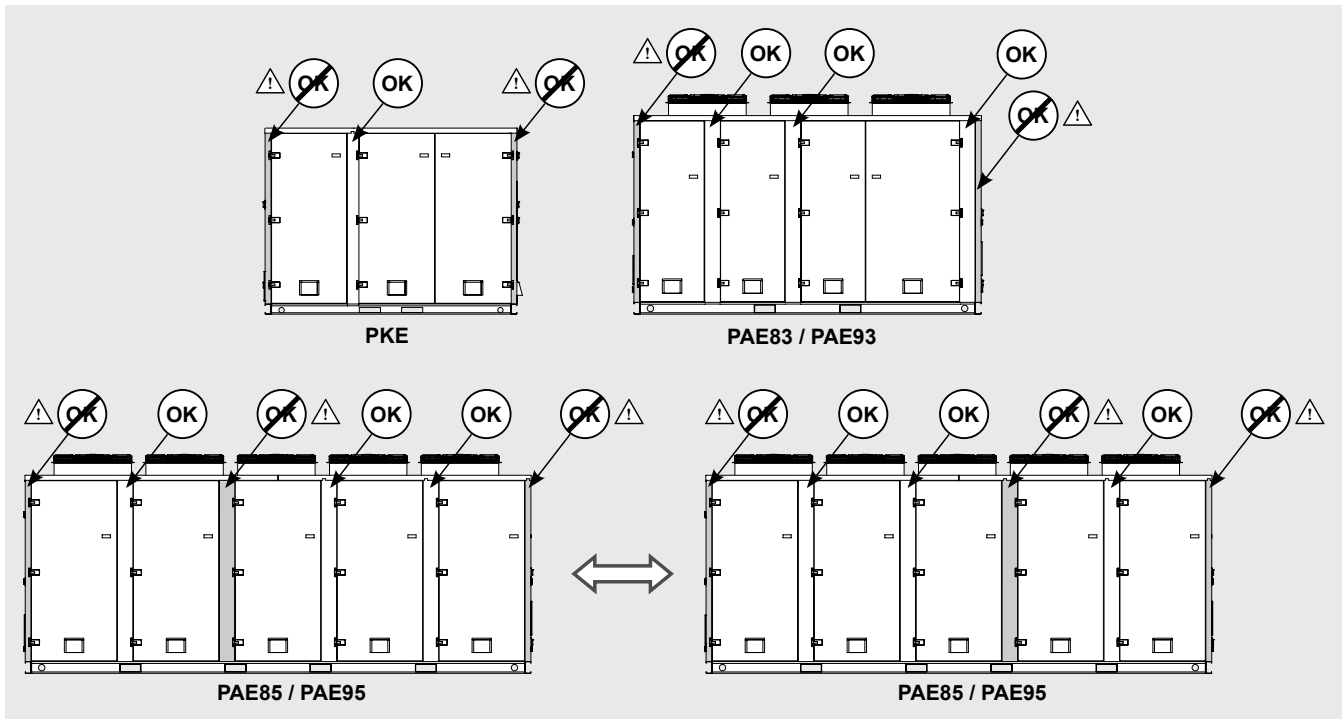
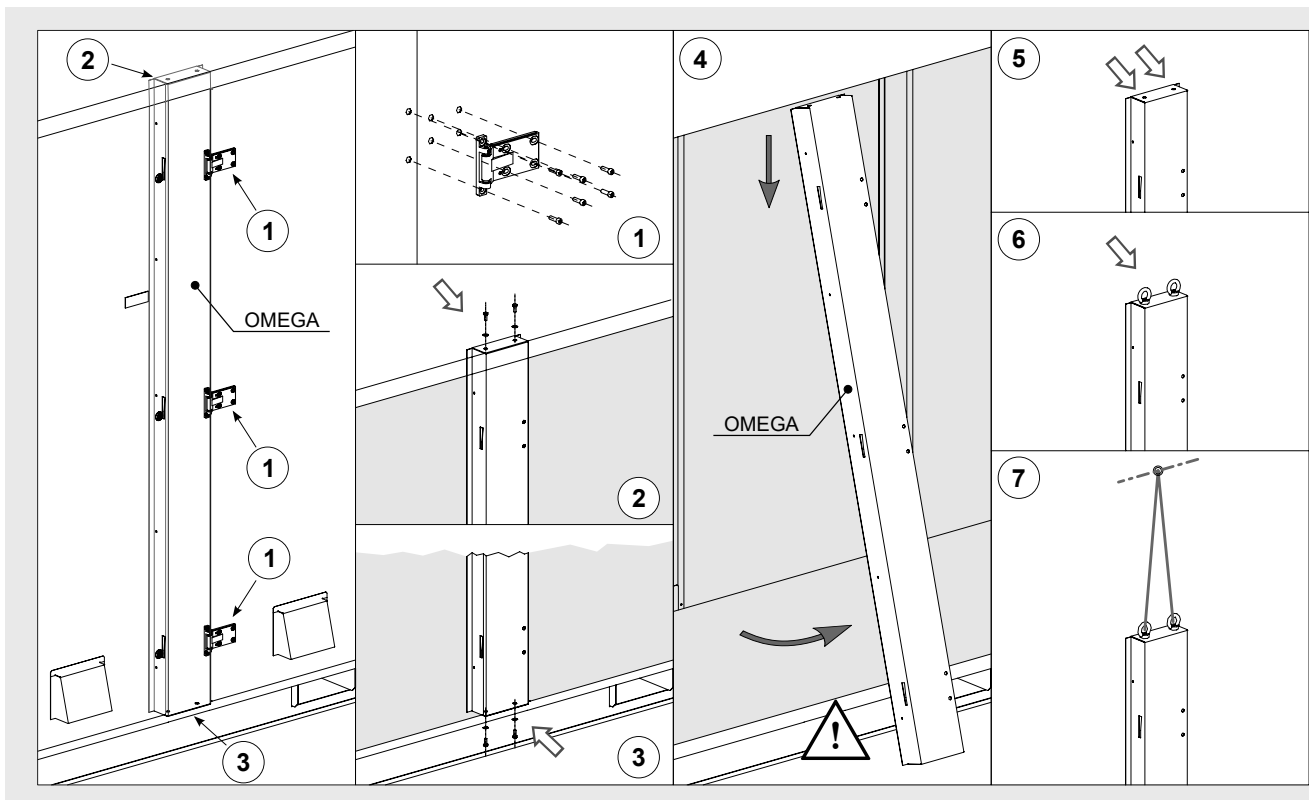

Figura 11
Figura 12
- 6.33 Una vez retiradas las puertas, se puede retirar la omega de soporte en la pared frontal del compartimento técnico. No desmontar los soportes omega sin antes desmontar las puertas según los apartados 6.24 - 6.29. Estas operaciones deben ser realizadas únicamente por personal autorizado y cualificado. Retire únicamente los omegas permitidos - véase "Figura 11" y "Figura 12".
- 6.35 Para quitar la omega en los modelos PAE y PKE (ver "Figura 11" y "Figura 12"):